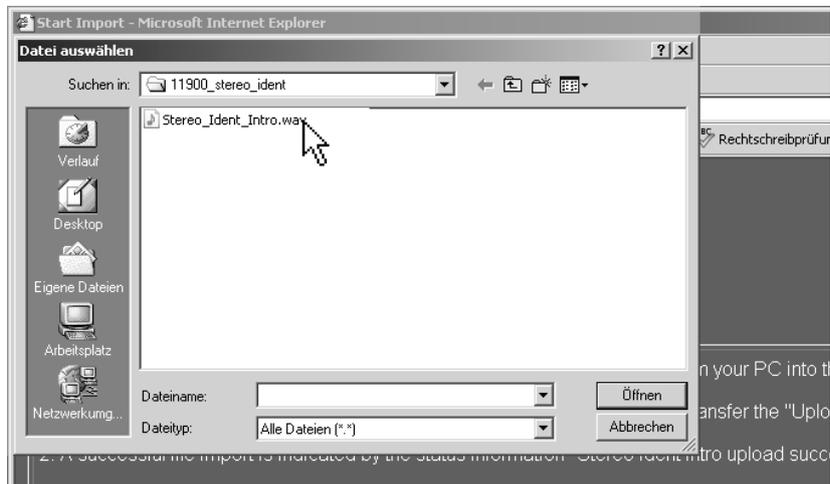

Bild 8-33: Dialog zum Auswählen der Intro-Datei (z. B. „Stereo\_Ident\_Intro.wav“)
4. Wählen Sie über den jetzt angezeigten „Datei auswählen“-Dialog das Verzeichnis (z. B.: „C:\11900\_stereo\_ident“) aus, in dem Sie die Intro-Datei, z. B. „Stereo\_Ident\_Intro.wav“ abgelegt haben. Klicken Sie Ihre Datei an und klicken Sie anschließend auf „Öffnen“ (siehe Bild 8-33).